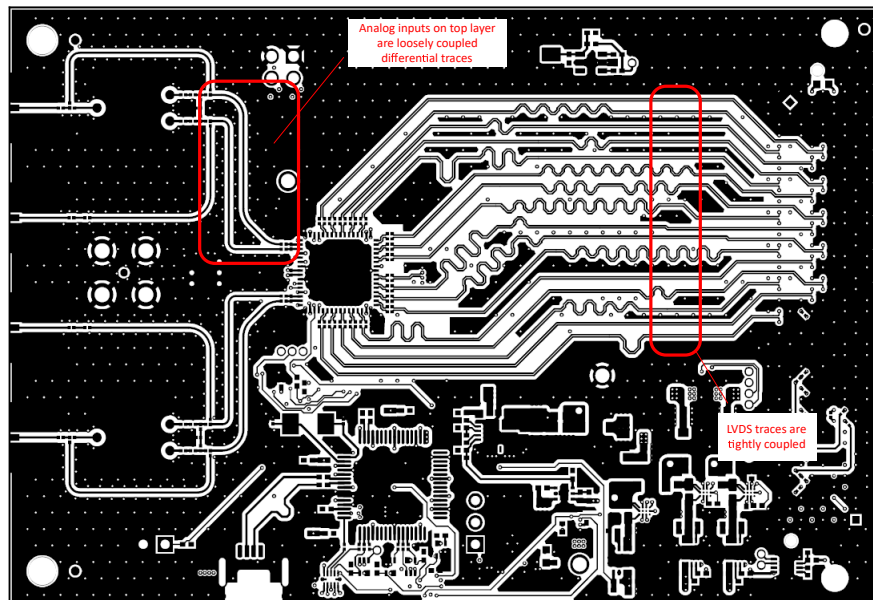

図 9-11. レイアウト例：ADC366x 評価基板の最上層
- 入力信号のトレースは、ビアを避けて、疎結合した差動信号として最上層に配線します。最上層のレイアウト例を 図 9-11 に示します。